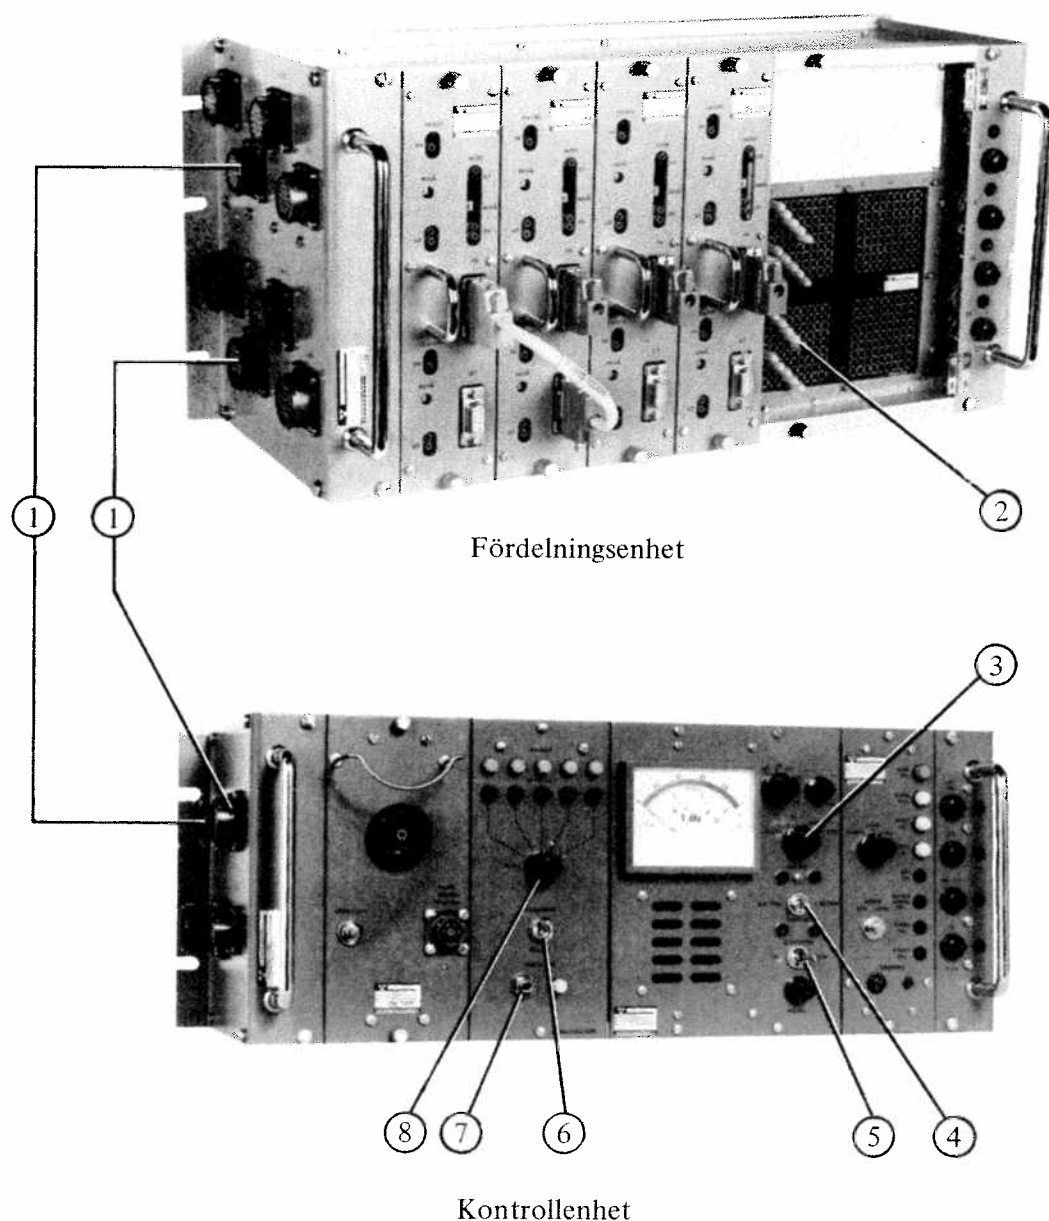

Bild 5.
till aktuell plats ① . Se bild 5.
2.2.2.2 Med programpinnar ② i aktuellt programblock inkopplas radiokanal